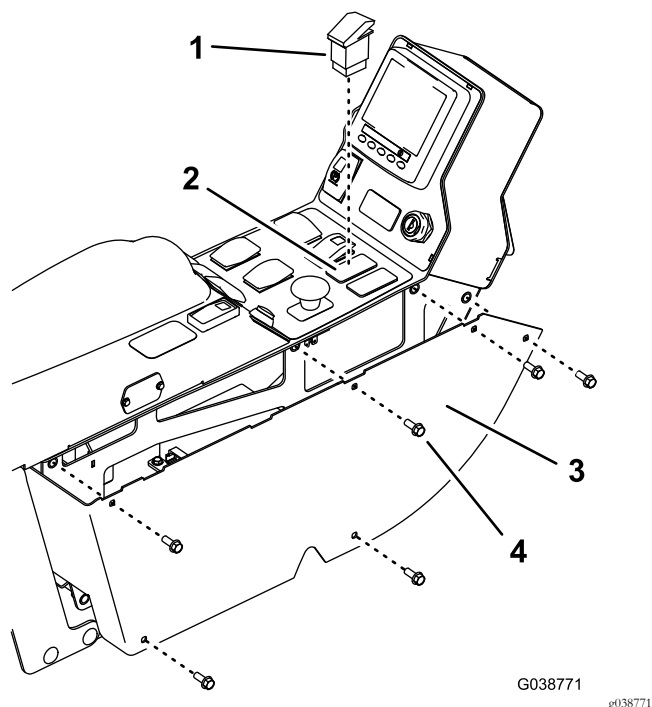

Bild 4
1. Entfernen und bewahren Sie die sechs Schrauben vom Bedienfeld auf und nehmen Sie die Platte ab (Bild 4).
2. Nehmen Sie die Blende vom Bedienfeld ab und setzen Sie den Schalter in das Loch ein (Bild 4).
5. Befestigen Sie die Bedienfeldplatte mit den vorher entfernten Schrauben (Bild 4).